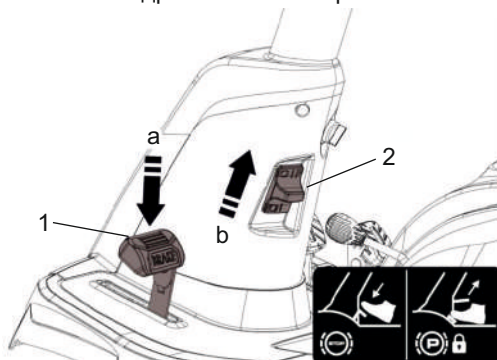

Рис. 25
При нажатии (рис. 25/a) на педадь тормоза (рис. 25/1) до упора включается тормоз автоматической гидростатической трансмиссии.
Для активации потяните (рис. 25/b) рычаг стояночного тормоза (рис. 25/2) вверх. Для снятия опустите рычаг стояночного тормоза (рис. 25/2) вниз или нажмите педадь тормоза (рис. 25/1).
2. Полностью выжмите педаль тормоза (рис. 25/1) и зафиксируйте ее с помощью рычага блокировки (рис. 25/2).
3. Полностью выжмите педаль тормоза (рис. 25/1) и зафиксируйте ее с помощью рычага блокировки (рис. 25/2).
1. Нажмите на педаль тормоза (рис. 25/1) и удерживайте ее в нажатом положении.
2. Для остановки отпустите педаль переднего или заднего хода, после чего нажмите на педаль тормоза (рис. 25/1).